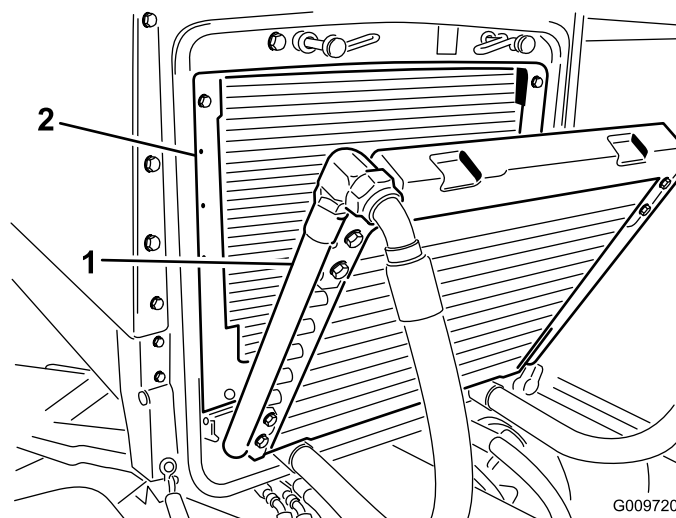

Figura 51
4. Limpie a fondo ambos lados del enfriador de aceite y la zona del radiador (Figura 51) con aire comprimido.